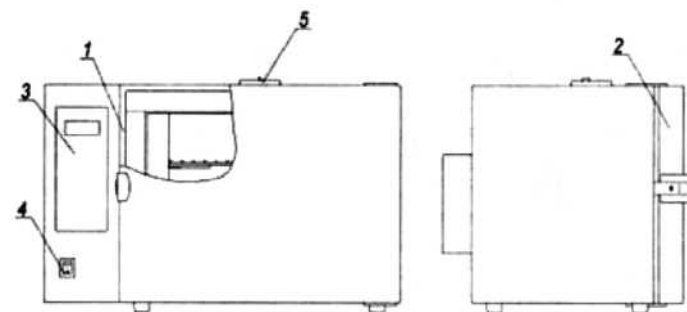
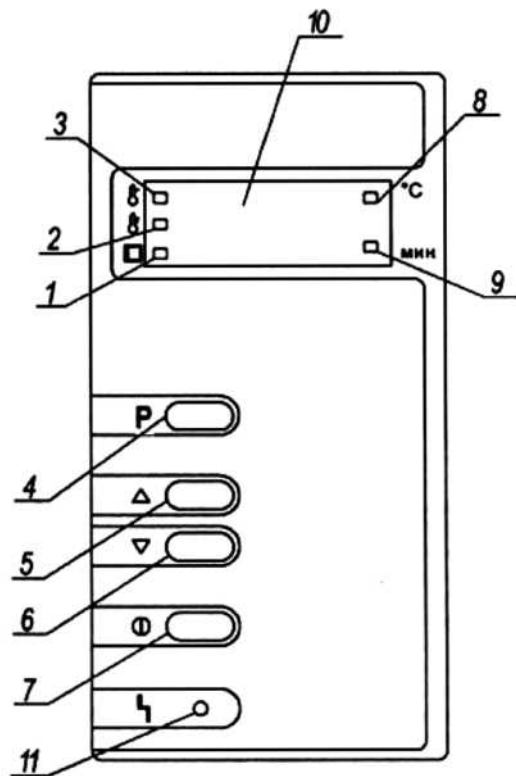

Рисунок 1 - Стерилизаторы ГП МО. Общий вид
Рисунок 2 - Расположение органов управления стерилизатором на блоке управления
1.4.1 Общий вид стерилизатора представлен на рис. 1 и 2.
Установить выключатель (поз.4, рис. 1) в положение "I". На блоке управления загорится индикатор (поз.8, рис. 2), информационное табло (поз.10, рис.2) показывает текущую температуру в стерилизационной камере.
Для выбора программы стерилизации нажать на кнопку "P" (поз.4, рис.2) и выбрать нужную программу путем нажатия на одну из кнопок "Δ", "∇" (поз.5, 6, рис.2).
Для запуска выбранной программы кратковременно (не более 2 сек) нажать на кнопку "ⓘ" (поз.7, рис. 2). Стерилизатор перейдет в фазу "ПОДГОТОВКА". Информационное табло индицирует изменение температуры в камере. Происходит нагрев до установленного значения температуры.
"СТЕРИЛИЗАЦИЯ". Включается светодиодный индикатор "СТЕРИЛИЗАЦИЯ" (поз.3, рис. 2), информационное табло попеременно индицирует время выдержки и текущую температуру в камере. Происходит выдержка при заданной температуре, по истечении которой стерилизатор переходит в фазу "ОХЛАЖДЕНИЕ",
В фазе "ОХЛАЖДЕНИЕ" индикатор продолжает показывать изменение температуры в камере и горит индикатор "ОХЛАЖДЕНИЕ" (поз.2, рис. 2). Температура в камере падает. При понижении температуры до 75°C гаснет индикатор "ОХЛАЖДЕНИЕ", загорается индикатор "ВЫГРУЗКА" (поз.1, рис. 2) и звучит прерывистый звуковой сигнал, который выключается через 1 минуту.
2.3.3 Установить выключатель (поз.4, рис. 1) в положение " I ". На блоке управления загорится индикатор (поз.8, рис. 2), информационное табло (поз.10, рис.2) показывает текущую температуру в стерилизационной камере.
В алгоритм управляющей программы стерилизатора заложена возможность автоматического запуска прерванной (в результате кратковременного пропадания питающего напряжения) программы. Если после включения произошел автоматический запуск программы, то для ее остановки необходимо нажать на кнопку (I) (поз.7, рис.2) и удерживать в течение 3 секунд.
Программа запоминает в энергонезависимой памяти номер последней программы, запущенной на исполнение. Для ее повторного запуска можно сразу нажать на кнопку "(I)" (поз.7, рис. 2), не производя перебор программ,
2.3.2 Для запуска выбранной программы кратковременно (не более 2 сек) нажать на кнопку "(I)" (поз.7, рис. 2). При этом включится вентилятор принудительной циркуляции воздуха внутри стерилизационной камеры и стерилизатор перейдет в фазу "ПОДГОТОВКА", Информационное табло индицирует изменение температуры в камере. Происходит нагрев до установленного значения температуры.
При необходимости запущенную программу можно остановить, нажав на кнопку "(I)" (поз. 7, рис.2) и удерживать в течение 3 секунд. Эту остановку можно выполнить в любой фазе стерилизации.
2.3.3 При достижении заданной температуры стерилизатор переходит в фазу "СТЕРИЛИЗАЦИЯ". Включается светодиодный индикатор "СТЕРИЛИЗАЦИЯ" (поз.3, рис. 2), информационное табло попеременно индицирует время выдержки и текущую температуру в камере. Происходит выдержка при заданной температуре, по истечении которой стерилизатор переходит в фазу "ОХЛАЖДЕНИЕ"
2.3.5 При понижении температуры до 75°C гаснет индикатор "ОХЛАЖДЕНИЕ", загорается индикатор "ВЫГРУЗКА" (поз.1. рис. 2) и звучит прерывистый звуковой сигнал, который выключается через 1 минуту.